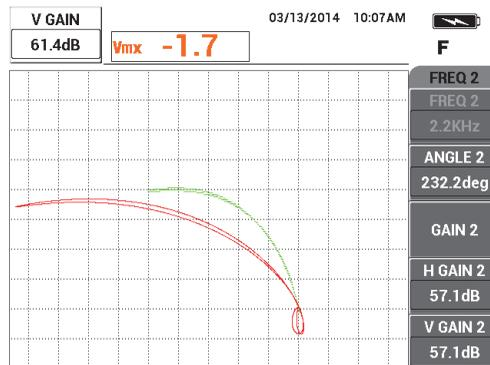

Figura 5-124 Ajuste de la amplitud vertical de la señal de frecuencia 1
14. Pulse nuevamente la tecla GAIN (**dB**) y, después, incremente la amplitud vertical de la señal de frecuencia 1 (verde) hasta extenderla 4 divisiones por debajo del punto nulo. Vea la Figura 5-124 en la página 234.